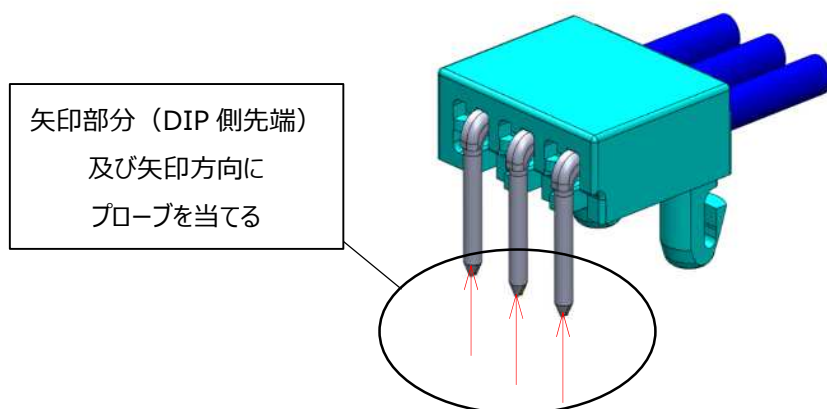

図.34 端子導通検査接点
- ①導通検査を行う時は、端子先端に 0.5N 以下の荷重で矢印部分(DIP 側先端)及び矢印方向にプローブを当てて検査を行って下さい。
0.5N 以上の荷重を加えた場合、端子変形の恐れがあります。(図 34 参照)
- ②端子に変形や傷が見られた場合は使用せず、新品と交換して下さい。